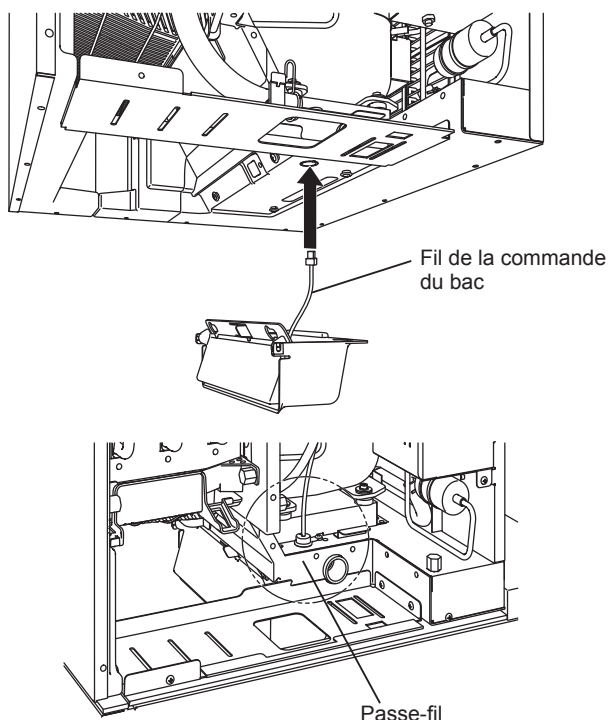

Fig. 4
- 6) Faire passer le fil de la commande du bac par l'orifice situé à la base, puis dans le passe-fil fourni. Voir fig. 4.